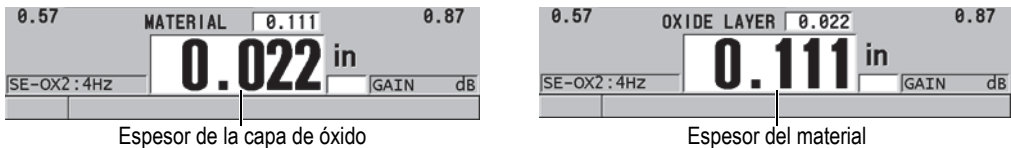

Figura 7-3 Selección de la medida que visualizará en caracteres grandes
- c) En el parámetro **LETRAS GRANDES (LARGE FONT)**, seleccione la medida que aparecerá en caracteres grandes en la pantalla (ver Figura 7-3 en la página 117).